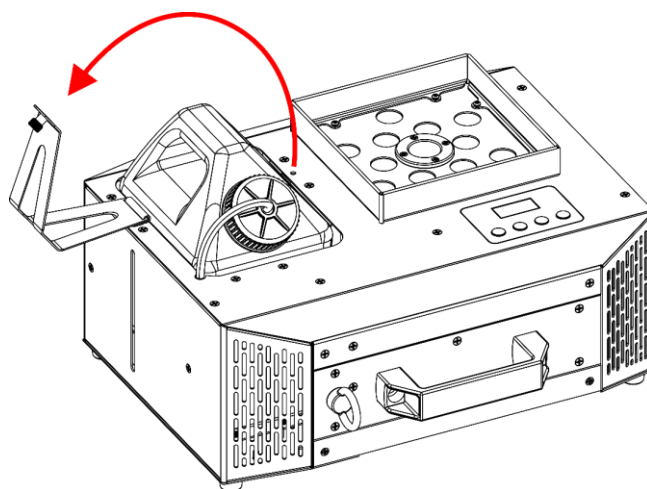

Fig. 29
- 03) Inclinare la **staffa per il serbatoio dei liquidi (03)**, come mostrato nella Fig. 29.